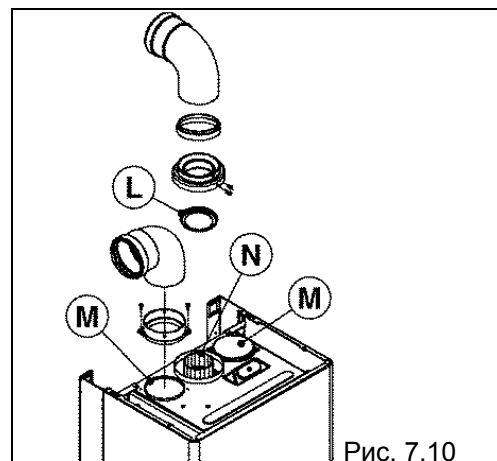

Рис. 7.10
Сдвоенные дымоходы можно направить в любом направлении, которое наилучшим образом подходит к требованиям помещения. Дымоход (N) показан на рисунке 7.10. Воздуховод для всасывания воздуха для горения можно присоединить ко входу (M – рис. 7.10), для этого необходимо сначала снять заглушку, которая крепится на винтах. При необходимости снимите фланец дымовых газов (L), поддев его отверткой как рычагом. В таблице 3 и таблице 4 приведена максимально допустимая прямолинейная длина.